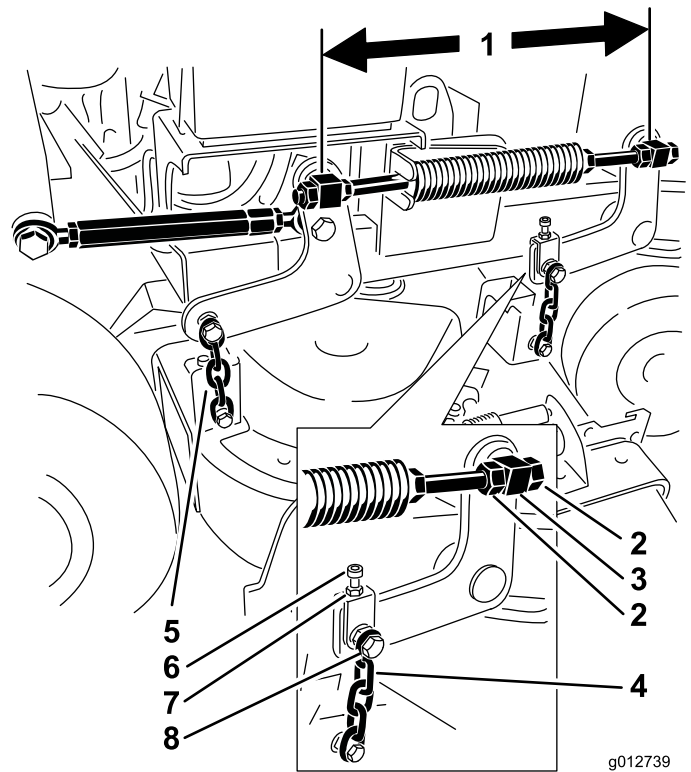

Figura 83
6. Compruebe la distancia entre los pivotes; mida del centro de un pivote al centro del otro (distancia entre centros) en la varilla roscada. Esta distancia debe ser de 49,5 cm (19-1/2 pulgadas) para carcasa de corte de 36 pulgadas (91 cm), y de 43,7 cm (17-3/16 pulgadas) para carcasa de corte de 40 pulgadas (102 cm) (Figura 83).
9. Utilice las contratuercas del pivote delantero para ajustar la longitud entre los pivotes delantero y trasero en ese lado (Figura 83).
11. Utilice el perno de ajuste para obtener la misma tensión en ambas cadenas delanteras (Figura 83).
- Afloje la tuerca del perno superior de la cadena y la contratuerca del perno de ajuste (Figura 83).
- Apriete o afloje el perno de ajuste para obtener una distancia de 6 a 10 mm (1/4 a 3/8 pulgadas) menos en la parte delantera, en **A** que en la parte trasera, en **B** (Figura 83).